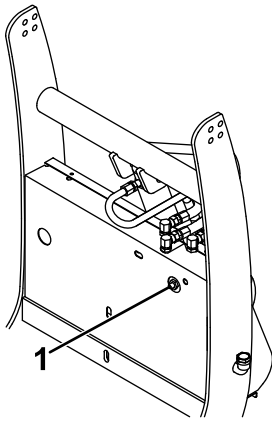

Bild 43
1. Lösen Sie die Klemmutter an der Rückseite des Hydraulikverteilers (Bild 43).